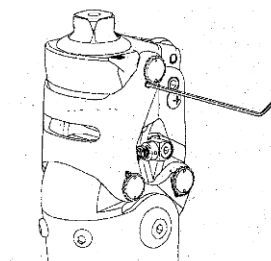

Abb. 6
e) Zur Überprüfung der Flexibilität, die Flexion und die Extension des Knies testen. Dann die Spannschrauben einsetzen (Abb. 6).